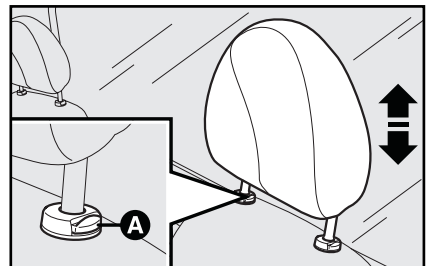

Abb. 71a
– Druck auf die Taste **A**, **Abb. 71a** und Verstellung der Kopfstütze in vertikaler Richtung in die gewünschte Position;
Für Rückstellung: Druck auf die Auslösetaste **A**, **Abb. 71a** und dann die Kopfstütze in ihre Aufnahme auf der Rückenlehne herunterdrücken.
- 2) Druck auf die Taste **A**, **Abb. 71a** und dann die Kopfstütze herausnehmen.